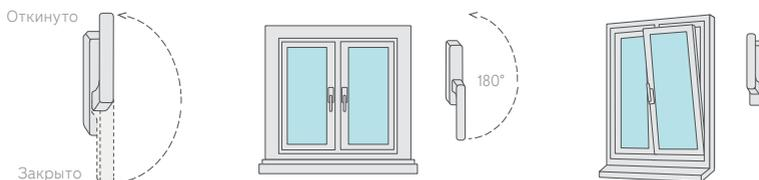

Рис. 2
3. Для перевода створки из закрытого положение в откидное (поворот створки относительно нижней горизонтальной оси, положение «Откинуто» на Рис.2) ручку поворачивают вертикально на 180 градусов вверх. Затем, потянув за ручку, поворачивают створку относительно нижней горизонтальной оси на заданный изготовителем угол (не более 10 градусов) (откидной режим).
4. Для запираения створки из открытого или откидного положения ее сначала закрывают и, придерживая створку рукой, поворачивают ручку вертикально вниз (положение «Закрото» на Рис. 2).